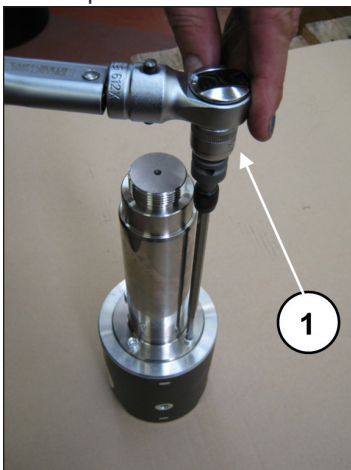

Abb. 40
Spannen Sie die Kolbenführung mithilfe des speziellen Werkzeugs in einen Schraubstock und eichen Sie die Schrauben mit einem Drehmomentschlüssel (Pos. ①, Abb. 40) gemäß Angaben in Kapitel 3.